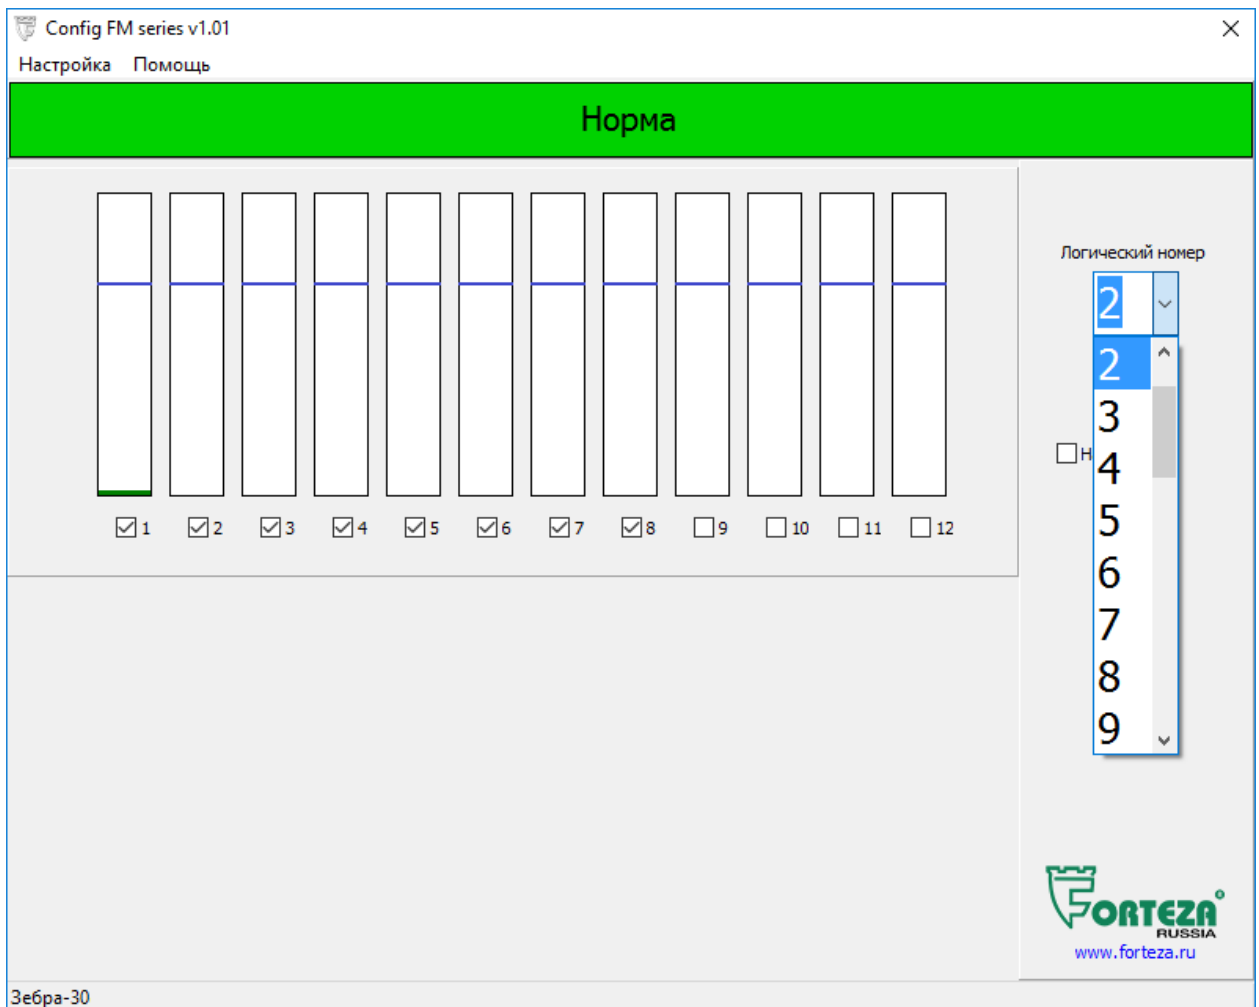

Рисунок 2.18
2.3.7.2.3 Поле «Логический номер» служит для отображения и переключения логического номера извещателя. Для смены логического номера необходимо выбрать из списка новый логический номер (рисунок 2.18).